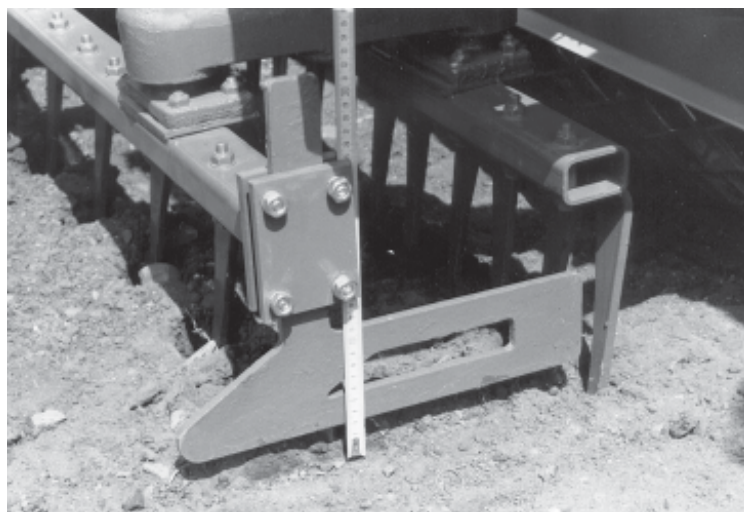

fig. 23
- régler l'étrille de telle façon qu'elle soit environ à 2 cm au-dessus du sol (fig. 23),